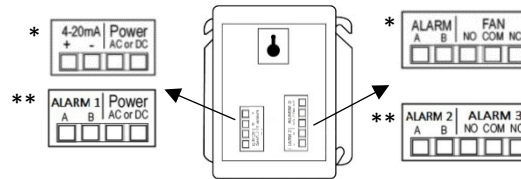

Figure 1 Vue arrière et connecteurs du détecteur basse tension (Série 6)
- Connecter l'appareil aux câbles de commande à l'aide de fiches de borne. Brancher le câble au connecteur modulaire de la borne correspondante (se reporter aux Figures 1 et 2).
- Les connecteurs de relais libellés « A » et « B » peuvent être configurés pour être normalement ouverts (NO) ou normalement fermés (NF) via le menu de configuration.